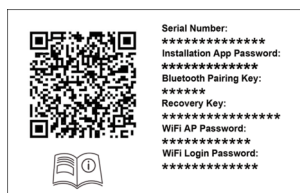

Bild 1: Exempel på en lösenordsdekal från säkerhetsguiden.
- a) Upprätta en Bluetooth-anslutning med Wallbox Skanna den flerfunktionella QR-koden med de separata åtkomstuppgifterna på **lösenordsdekalen från säkerhetsguiden** (QR-koden visas som exempel nedan på bild 1)
8. Tillval: Upprätta anslutning till My-BMW-appen. Använd den flerfunktionella QR-koden med de separata åtkomstuppgifterna från **lösenordsdekalen på säkerhetsguiden** (QR-koden visas som exempel nedan på bild 1)